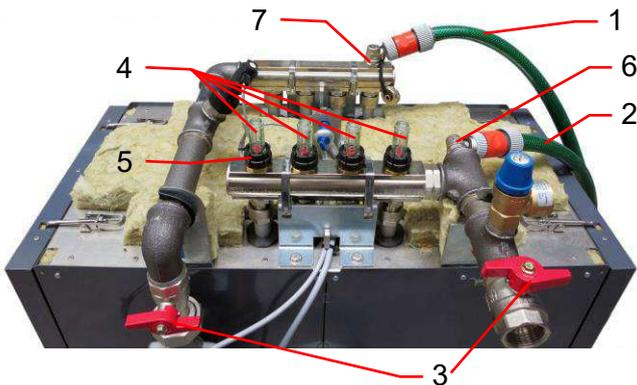

Abbildung 8: Entlüften des MX
2. Wasserschlauch am Entleerhahn vom RL des MX und am Frischwasserhahn im Heizungsraum anschliessen (Abbildung 8, Pos. 1).
3. Ablaufschlauch am Entleerhahn vom VL des MX anschliessen und das andere Ende in den Ablauf des Heizungsraumes legen (Abbildung 8, Pos. 2).
4. Absperrorgane des MX (Abbildung 8, Pos. 3) schliessen.
5. Sicherungskappen der Topmeter (Abbildung 8, Pos. 5) abnehmen.
6. Alle Topmeter (Abbildung 8, Pos. 4) am VL des MX schliessen.
8. Entleerhähne vom VL und RL des MX (Abbildung 8, Pos. 6, 7) öffnen.
9. Erstes Topmeter (Abbildung 8, Pos. 4) öffnen.
11. Das nächste Topmeter (Abbildung 8, Pos. 4) öffnen und danach das bereits Geöffnete wieder schliessen.
14. Entleerhähne am VL und RL (Abbildung 8, Pos. 6, 7) des MX wieder schliessen.
15. Absperrorgane des MX (Abbildung 8, Pos. 3) sowie alle Topmeter (Abbildung 8, Pos. 4) vollständig öffnen.
16. Beide Schläuche (Abbildung 8, Pos. 1, 2) demontieren und Abdeckkappen der Entleerhähne montieren.
17. Zum Abschluss alle Sicherungskappen der Topmeter (Abbildung 8, Pos. 5) aufstecken.
2. Hydraulik überprüfen: <ul style="list-style-type: none"> <li>• Alle Absperrorgane und Topmeter am MX (Abbildung 8, Pos. 4) öffnen.</li> <li>• Gleiche Druckverhältnisse bei VL und RL des MX-Kreislaufs</li> <li>• Einbindung gemäss Hydraulikschemas (Anhang A)</li> <li>• Falls vorhanden: UP auf max. Leistungsstufe einstellen.</li> </ul>